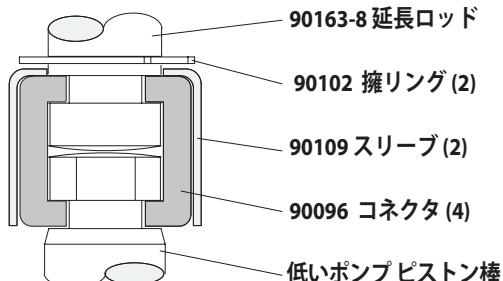

図 2
4. E リング ベンチを使用して、保持リングを十分上方に移動し、(図 2 参照) 2つのコネクタを解放するスリーブにスライドします。空気モーターは脇に置きます。